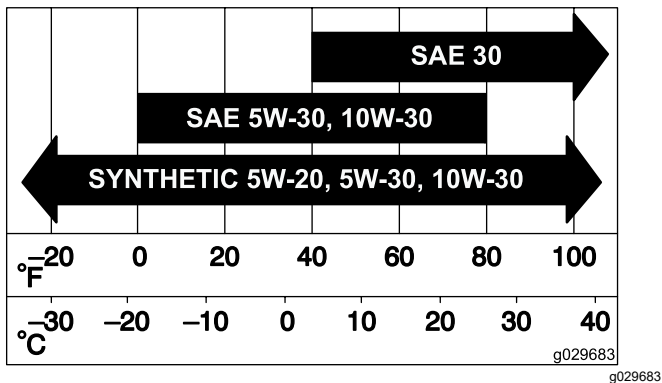

Figura 58
3. Abra los cierres del limpiador de aire y tire de la tapa de la entrada de aire para separarla del cuerpo del limpiador de aire (Figura 58).
5. Extraiga con cuidado el filtro del cuerpo del limpiador de aire (Figura 58).
2. Introduzca el filtro con cuidado en la carcasa del limpiador de aire (Figura 58).
3. Instale la tapa del limpiador de aire y fije los cierres (Figura 58).